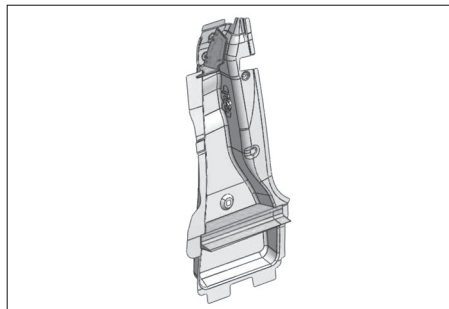

FIG. 77
- Agrafer les deux inserts sur le pied arrière (Fig.77).